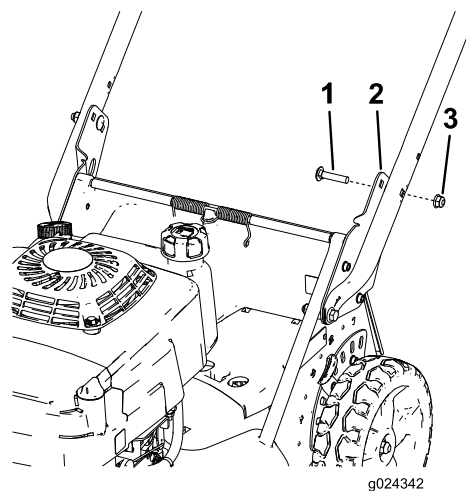

Figura 6
2. Suporte da pega (2)
6. Prenda a pega aos suportes à altura pretendida. Utilize dois parafusos de carroçaria (5/16 x 1½") e duas porcas flangeadas (5/16"), tal como se ilustra na Figura 6.